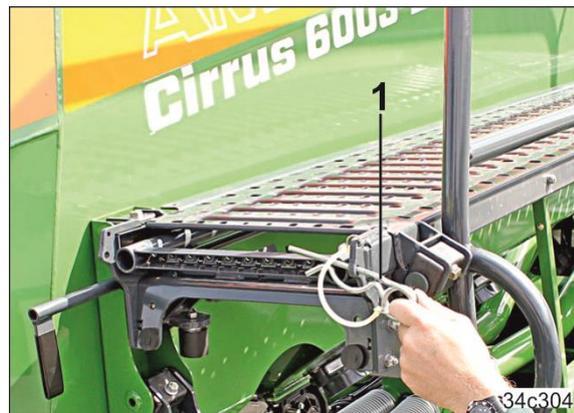

Fig. 365
14. Die Leiter mit dem Federstecker (Fig. 365/1) sichern.